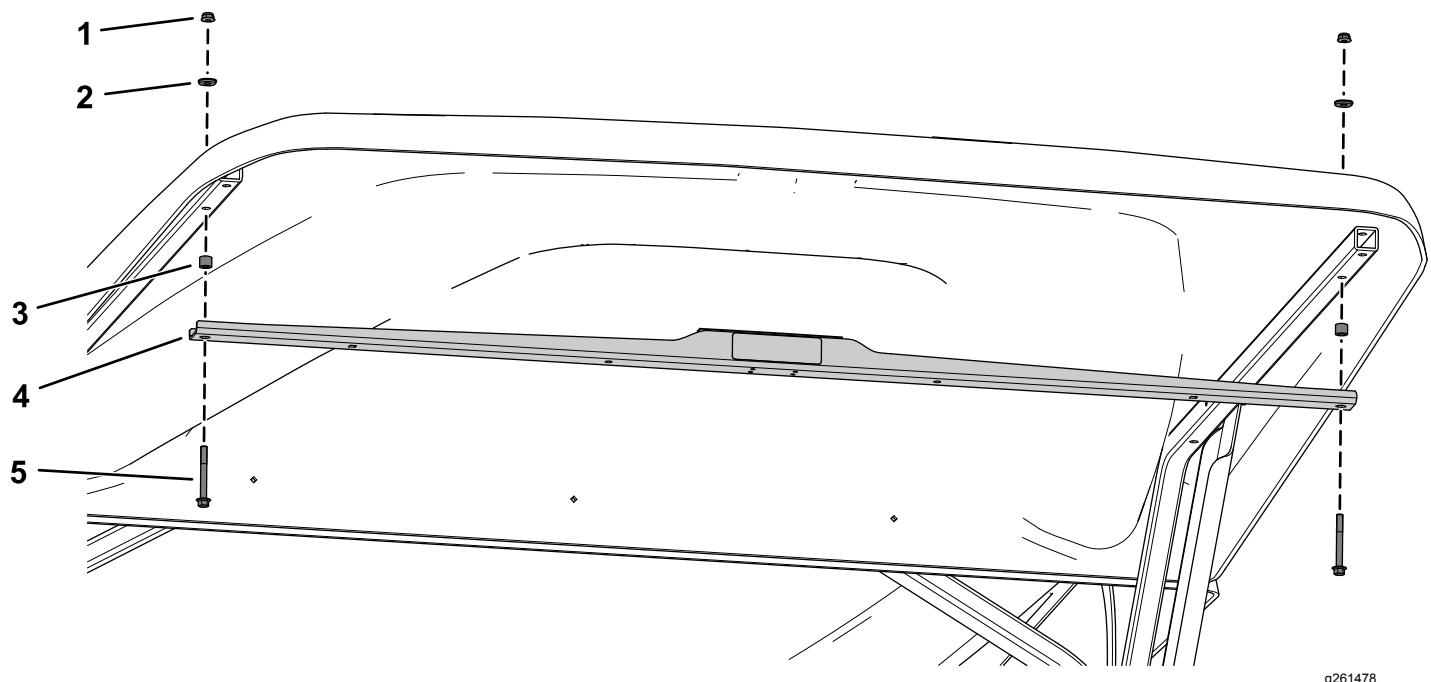

Figure 7
4. Fixez le support d'abri au prolongement d'abri au moyen de 2 boulons à embase ($\frac{1}{4}'' \times 2\frac{1}{4}''$), 2 entretoises, 2 rondelles d'étanchéité et 2 contre-écrous ($\frac{1}{4}''$), comme montré à la Figure 7.